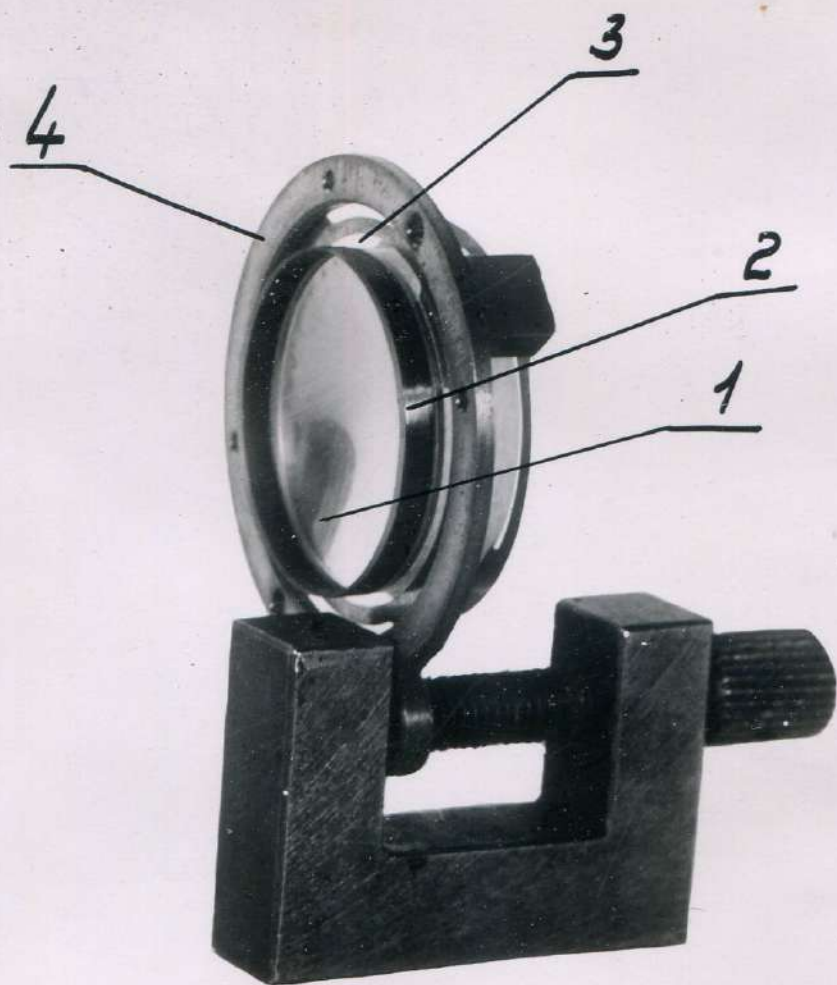

Рис. 4
Подвижная система (рис.4) состоит из диафрагмы (1), катушки (2), системы подвесов (3) и центрирующего кольца (4).